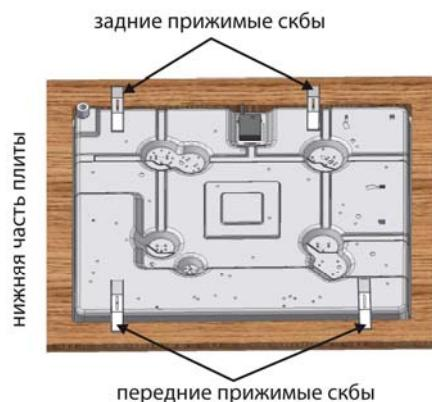

Рис. 8
- Варочную поверхность закрепить в столешнице четырьмя прижимными скобами (рис. 8 и 9), входящими в комплект поставки.